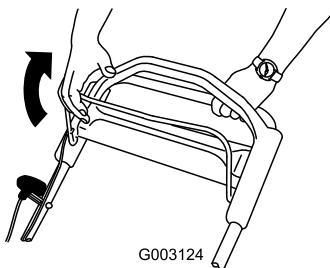

Bild 16
2. Ziehen Sie den Schaltbügel gegen den Holm (Bild 16).